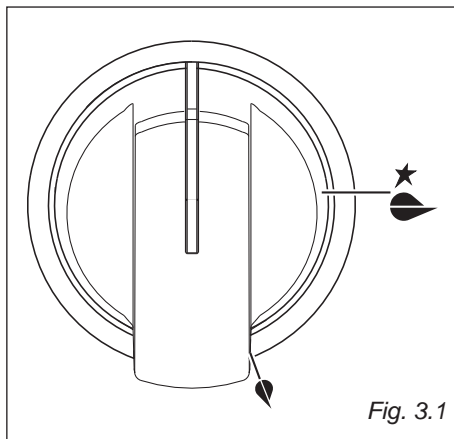
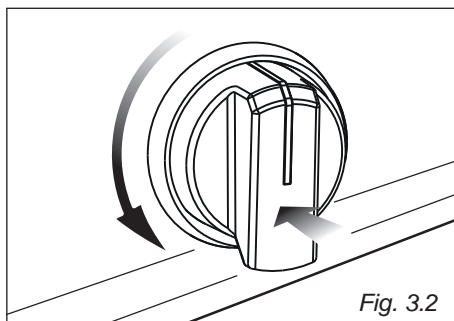

Fig. 3.1
Fig. 3.2
- Lossa kopplingsboxens lock genom att sätta in en skruvmejsel i krokarna "A" (Fig. 3.1).
- Avlägsna skruven "F" (Fig. 3.2). Skruvarna i kopplingslisten avlägsnas.
**VIKTIGT!** Vid elanslutningen måste skruvarna på baksidan bakom kopplingsboxen aldrig avlägsnas (Fig. 3.1).
Med knappen tänds du brännaren och reglerar gaslågans styrka. (se Fig. 3.1).
1. Tryck in vredet och vrid det åt vänster (Fig. 3.2) till symbolen för den största lågan  (Fig. 3.1). Håll knappen tills lågan tänds. Om lågan inte tänds prova med en tändsticka.